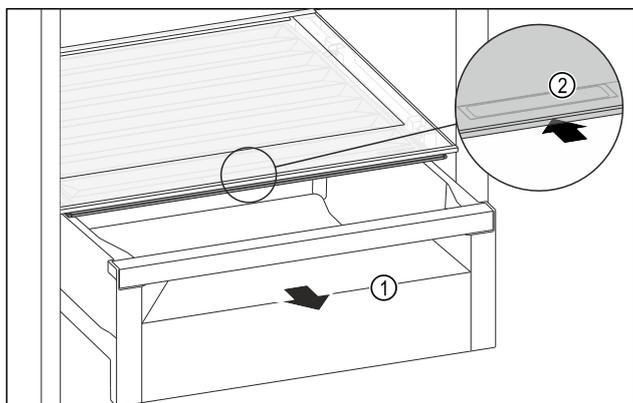

Fig. 138
- ▶ Wyciągnąć szufladę Fig. 138 (1).
- ▶ Chwycić uchwyt wpuszczany Fig. 138 (2) na pokrywie komory i przesunąć pokrywę jednocześnie do tyłu.